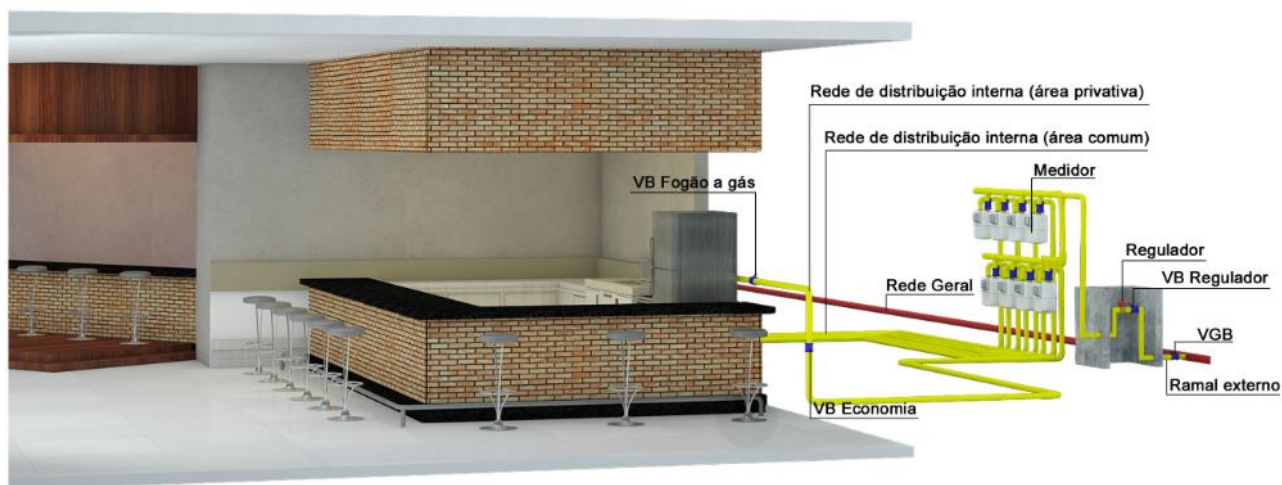

Figura 3.6 - Tipologia ilustrativa com regulador de estágio único e medição individual em área comum do conjunto comercial
- Tipologia com regulador de estágio único e medição individual em área comum do conjunto comercial (figura 3.6).